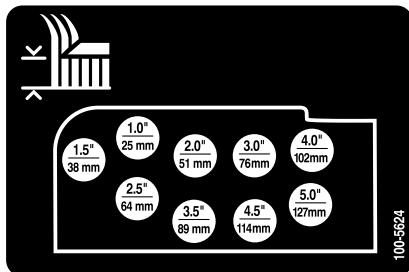

Bild 19
10. Montieren Sie die Schnitthöhenketten im gewünschten Schnitthöhenloch und befestigen Sie sie mit dem Splint und dem Lastösenbolzen (Bild 19).